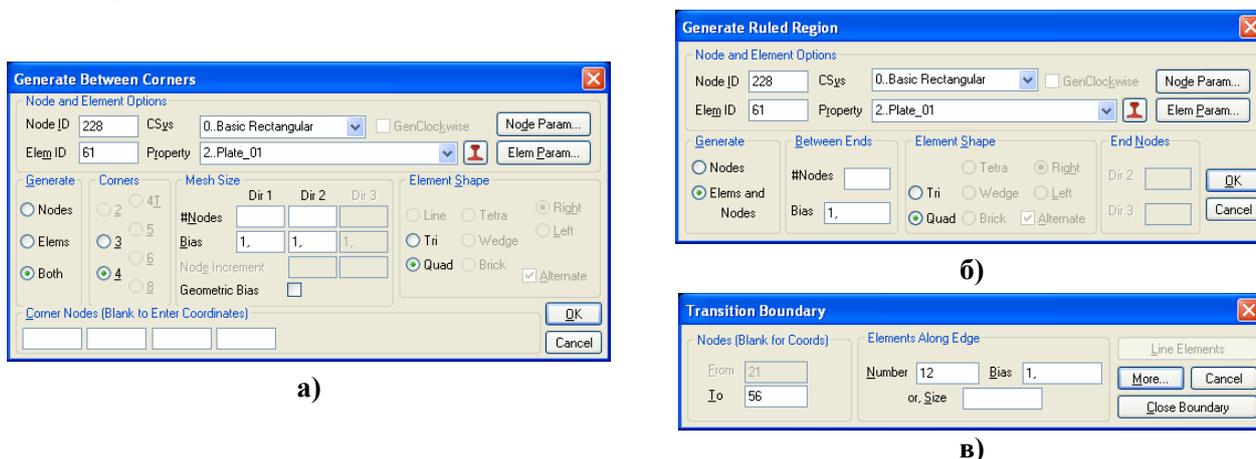

Рис.3.20. Характерный вид диалоговых панелей создания КЭ:
- **Mesh→Between...** (между угловыми узлами): одномерная (между двумя), двумерная (между тремя или четырьмя) или трехмерная (между 4...8) узлами КЭС первого или второго порядка аппроксимации. КЭ создаются на основе параметрического описания линии, поверхности или объема. Вызывается диалоговая панель „**Generate Between Corners**” (см. рис.3.20-а). На ней в секции „**Node and Element Options**” кроме уже известных есть опция „**GenClockwise**” (генерировать узлы по часовой стрелке – для цилиндрической и сферической систем координат); в секции „**Generate**” нужно указать, что создавать: узлы, КЭ (если узлы уже есть) или одновременно узлы и КЭ (**Both**); в секции „**Corners**” – количество опорных узлов; в секции „**Mesh Size**” – количество узлов (**#Nodes**) и параметры (**Bias**) увеличения размеров КЭ (здесь направление **Dir1** – от 1-го до 2-го узла), а также можно установить опцию „**Geometric Bias**” (геометрическая пропорция). Если создаются только КЭ (узлы уже есть), то нужно будет указать первый узел (**First Corner Node**), приращение номеров (**Node Increment**) и их количество (**#Nodes**). Форма КЭ зависит от размерности, выбирается в секции „**Element Shape**”: для одномерного – линия (**Line**), для двумерного – треугольник (**Tri**) или четырехугольник (**Quad**), для трехмерного – как в Разделе 3.3.2.7. Номера опорных узлов можно ввести в соответствующие поля секции „**Corner Nodes**”, или, если оставить поля с номерами узлов пустыми, то после команды „**OK**” появится стандартный диалог выбора узлов. **Внимание:** порядок расположения узлов – против часовой стрелки, а для трехмерной – как на рис.2.17;
- **Mesh→Region...** (между двух групп противостоящих узлов, причем группы имеют одинаковое количество узлов): сначала выбираются узлы 1-ой группы, потом (в том же порядке!) – 2-ой. Появляется диалоговая панель „**Generate Ruled Region**” (см. рис.3.20-б), на которой вводятся необходимые данные. **Внимание:** значения в полях „**Dir 2**” и „**Dir 3**” (когда они активны) должны быть равны количеству узлов в этих направлениях. В результате пространство между группами узлов заполняется КЭ выбранного типа, первого или второго порядка аппроксимации в зависимости от „**Property**” и выбранного количества узлов. КЭ
- **Mesh→Transition...** (создание нерегулярной двумерной КЭС на основе 3-х или 4-х угловых узлов и разметки контура): на диалоговой панели „**Transition Boundary**” (см. рис.3.20-в), указываются начальный (**From**) и конечный (**To**) углы (узлы) будущего контура, количество КЭ вдоль (прямой) линии контура, коэффициент увеличения размера КЭ (**Bias**) или ориентировочный размер КЭ (**Size**). Подается команда продолжения (кнопкой „**More...**”) или, на заключительном этапе, – „закрытия” контура „**Close Boundary**” (становится активной на третьем контуре). Появится диалоговая панель „**Generate Boundary Mesh**” (аналогичная панели, изображенной на рис.3.14-а, но с меньшим набором опций), где назначается или выбирается „**Property**” КЭ. **Внимание:** если этой процедурой КЭ добавляются в уже существующую КЭС, то на стыке возникают совпадающие узлы, их нужно объединить аналогично рассмотренном в Разделе 2.2.6.3. для точек (команда **Tools→Check Coincident Nodes...**).